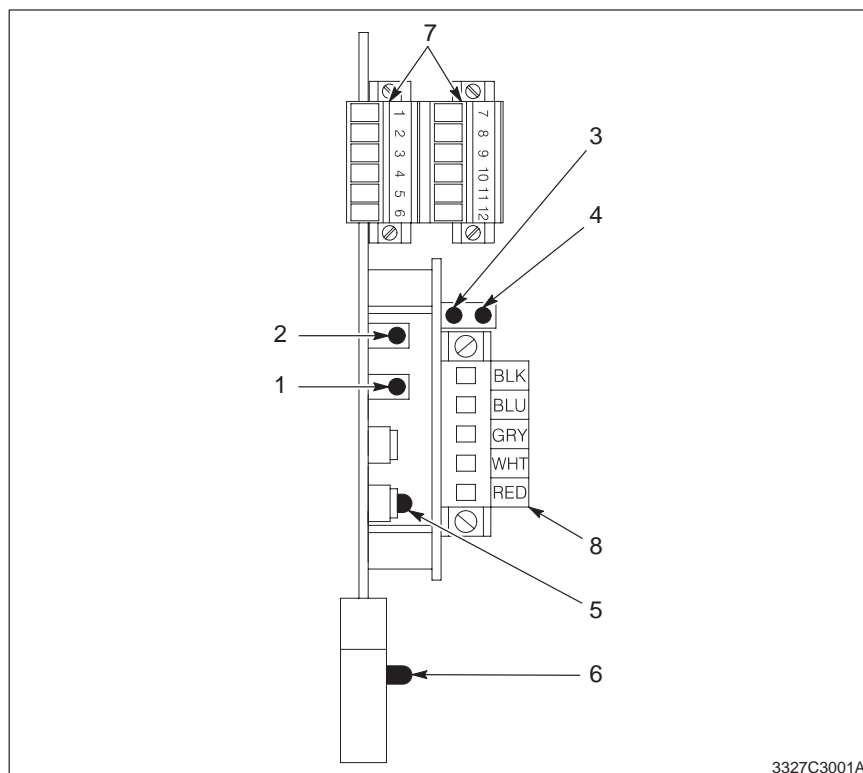

Abb. C 1-1 Bauteile der UCS DeviceNet Schnittstellenkarte
Siehe Abbildung C 1-1. Auf der Netzwerkschnittstellen-Anschlussleiste (8) gibt es 5 Eingänge. Mit Hilfe dieser Eingänge kann die Schnittstellenkarte mit einem Standard-DeviceNet-Master-System kommunizieren.
Siehe Abbildung C 1-1. Auf den Spülanschlussleisten (7) befinden sich 12 Ausgänge. Mit Hilfe dieser Ausgänge kann die Schnittstellenkarte mit den Gruppen- und Systemspülmodulen kommunizieren.
Abbildung C 1-1 und Tabelle C 1-3 beschreiben die Leuchtdioden an der Vorderkante der UCS DeviceNet Schnittstellenkarte.
3. Die Karte so ausrichten, wie in Abbildung C 1-1 dargestellt.
2. Siehe Abbildung C 1-1. Die Drähte des DeviceNet Schnittstellenkabels an die Netzwerk-Schnittstellen-Anschlussleiste (8) anschließen. Tabelle C 2-1 zeigt die Verdrahtungsanordnung.
**HINWEIS:** Die anderen Geräte (wie z.B. ein Fotosensor-Anschlusskasten) mit Hilfe eines DeviceNet Schnittstellenkabels und der Netzwerk-Schnittstellen-Anschlussleiste (8) an die DeviceNet Schnittstellenkarte anschließen.
2. Siehe Abbildung C 1-1. Die Drähte der Spülanschlussplatte an die Spülanschlussleiste (7) anschließen. Tabelle C 2-3 zeigt die Verdrahtungsanordnung.